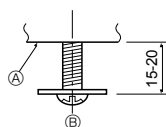

Fig. 5-5
5.4.1. Preparazione (Fig. 5-5)
- Installare le 2 viti accluse con la rondella ② nell'unità principale (nella zona del tubo di drenaggio angolare e sull'angolo opposto), come mostrato nello schema.